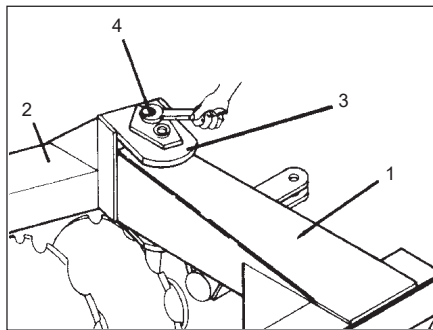

FIGURA 06
10 - Acoplar la armación delantera (11) en la armación trasera (2), a través del eje de unión (3) y trabar con el tornillo (4), conforme **Figura 06**.